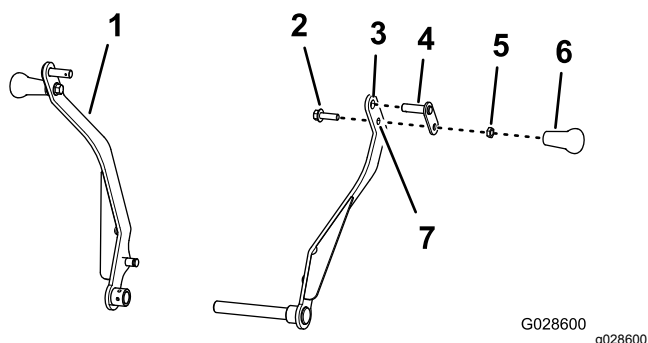

Рисунок 15
- Вставьте ось поворота в верхнее отверстие рычага люльки (Рисунок 15).
- Вставьте болт (3/8 x 1-1/4 дюйма) в нижнее отверстие рычага люльки и фиксатора оси поворота (Рисунок 15), наверните контргайку (3/8 дюйма) и затяните ее с моментом 15-17 Н·м.
- Наверните ручку на болт (3/8 x 1-1/4 дюйма) так, чтобы она была плотно прижата к стопорной гайке, и затяните от руки (Рисунок 15).
- Повторите пункты 1–4 для другого рычага люльки (Рисунок 15).